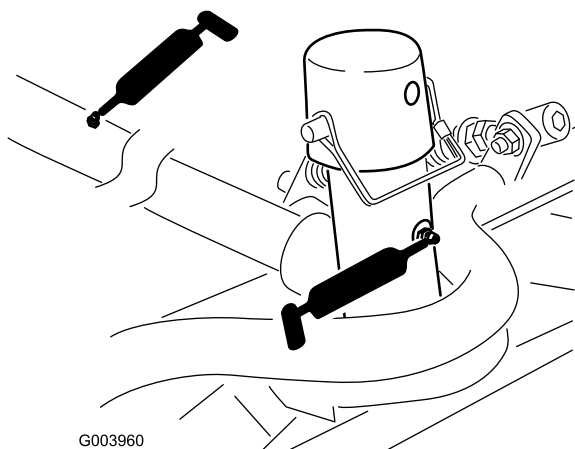

Figura 44
- Telaio portante e perno degli elementi di taglio (2 cad.) (Figura 44)